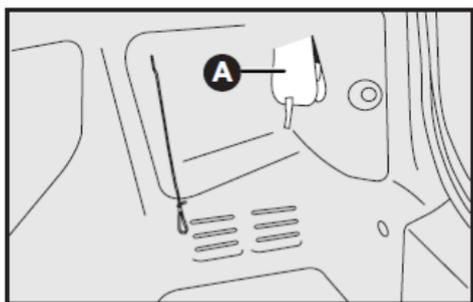

fig. 21
- Levantar la tapa A-fig. 21;
Cerrar la tapa A-fig. 21;